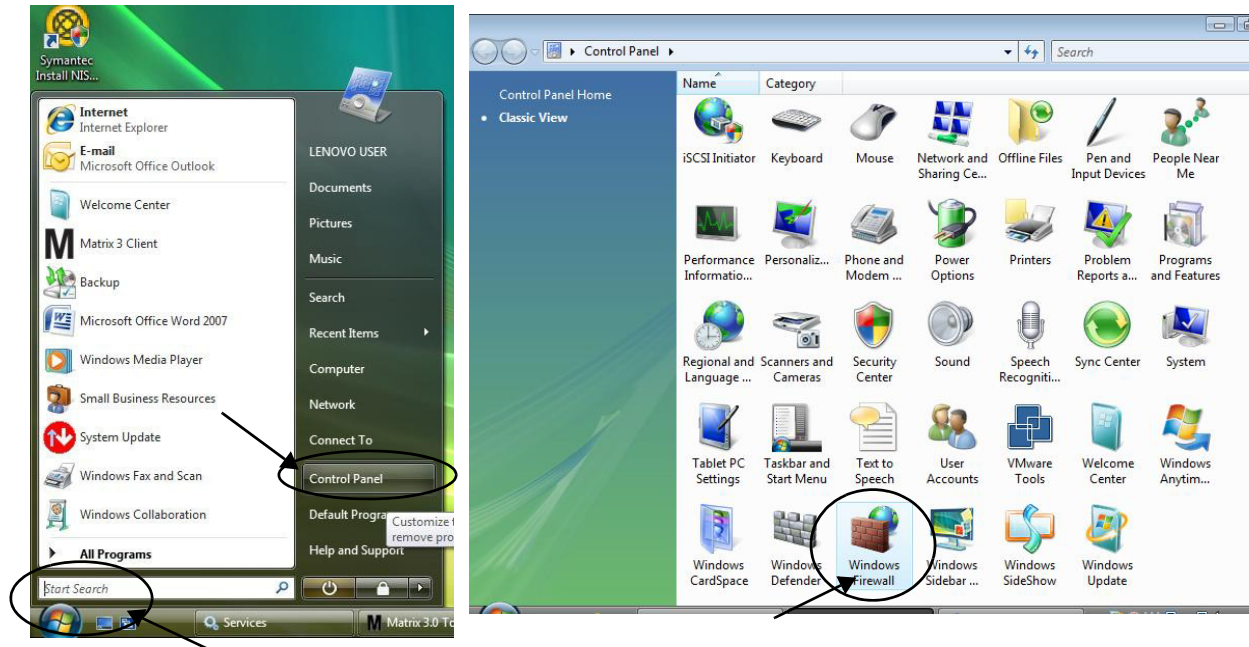

Рис. 26
1. Откройте «Пуск/Панель управления». Щелкните по значку «Брандмауэр Windows» (Рис. 26).